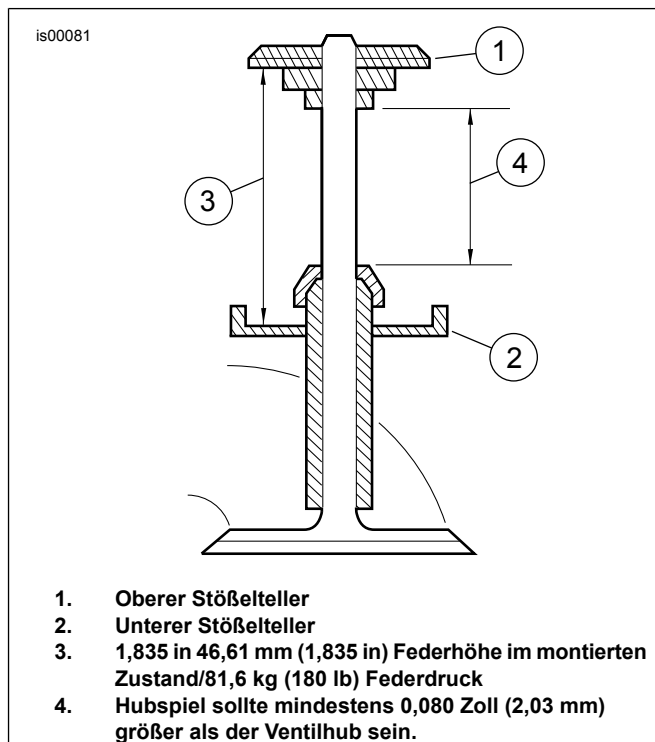

Abbildung 4. Ventilfederweg
- b. Siehe Abbildung 4 >. Distanzscheiben verwenden oder die Zylinderköpfe wie erforderlich spanabhebend bearbeiten, um den gewünschten Druck am Sitz zu erlangen (siehe Hinweise oben). Die unteren Ventildichtungen, die Ventildichtungen (zu diesem Zeitpunkt die Ventildichtungen nicht einbauen), die oberen Ventilstößelteller und die Ringpassfedern einbauen. Höhe der Ventildichtungen im eingebauten Zustand prüfen.